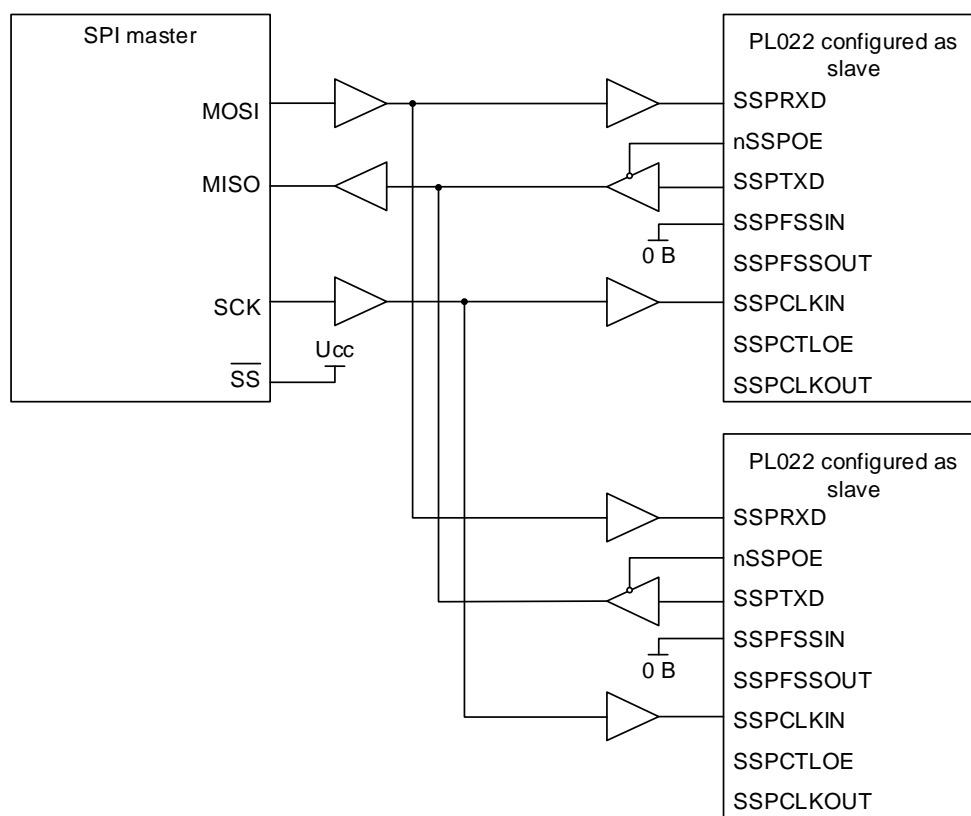

Рисунок 106 – Ведущее устройство, протокол SPI, подключено к двум ведомым модулям SSP
Рисунок 106 показывает ведущее устройство, поддерживающее протокол SPI фирмы Motorola, соединенное с двумя модулями SSP, сконфигурированными для работы в ведомом режиме. Линия Slave Select (SS) ведущего устройства в этом случае установлена в высокий логический уровень. Ведущее устройство осуществляет передачу данных по линии MOSI циркулярно в адрес двух ведомых модулей.